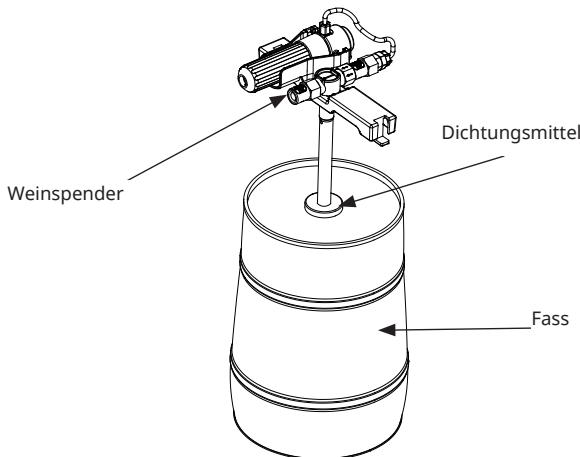

Abbildung 11
2. Richten Sie das Ansaugrohr des Weinspenders (vor dem Verlassen des Werks vorinstalliert) senkrecht auf die Dichtungsmasse in der Mitte der Oberseite des Weinfasses aus (bitte prüfen oder wechseln Sie die Dichtungsmasse entsprechend der Dichtungsstelle des Weinfasses) und drücken Sie den Weinspender mit der Hand, so dass das Ansaugrohr den Dichtungsstopfen in das Fass drückt. Das Ansaugrohr wird dann schnell vollständig in das Fass eingeführt, und ein Klicken zeigt an, dass die Zapfanlage ordnungsgemäß am Fass befestigt ist (Abbildung 11).